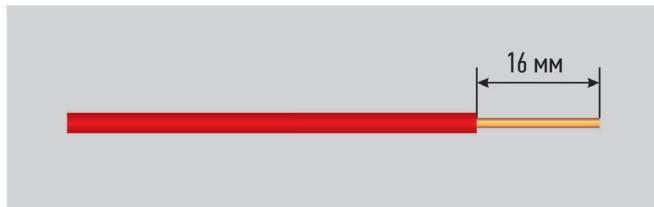

Рис. 8
5.4.14. Зачистите провод на 16 мм и скрутите жилы (см. рис. 8). При подключении двух проводов скрутите их между собой.